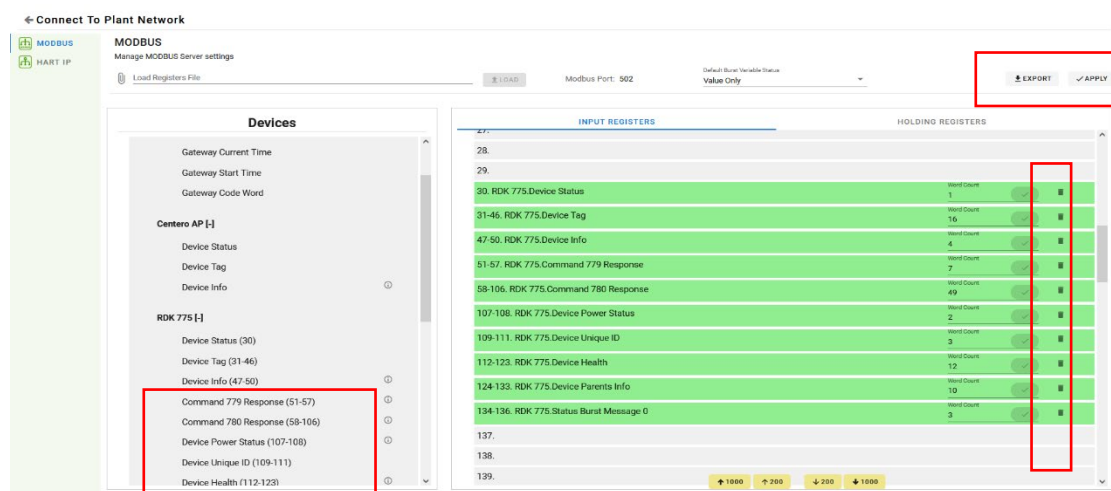

Figura 11.1 – Mapeando registros específicos no Mapa Modbus
Após um registro ser mapeado, na lista da direita, seu endereço é exibido entre colchetes, veja Status do Dispositivo (**Device Status**) (30) na Figura 11.1. O registro que já está mapeado não pode ser adicionado duas vezes no Mapa Modbus de Entrada.
A partir do INTREPID v3.2.3, o usuário tem permissão para mapear registros de entrada (*Input*) e retenção (*Holding*). Registros de entrada são usados para todas as informações que podem ser lidas, e registros *Holding* para escrita -> envio de um comando específico para o dispositivo. Cada registro também pode ser excluído desta página, clicando no ícone da lixeira, veja Figura 11.1.